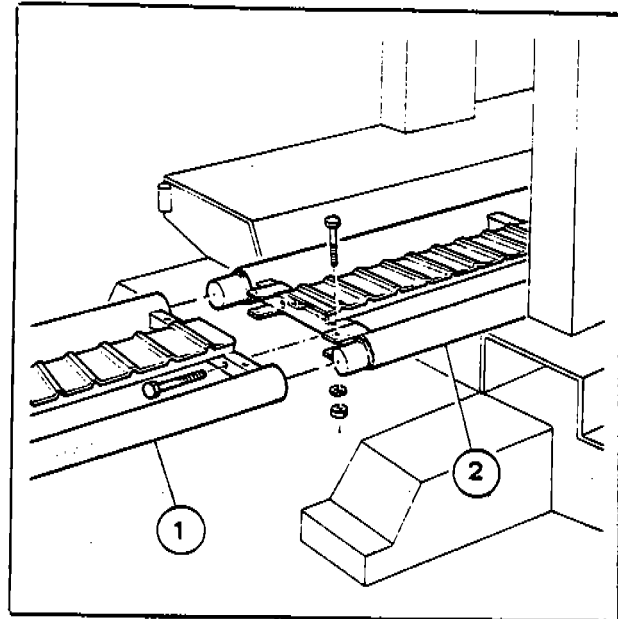

Fig. 23
- a) Check the number on the front of the station rail, than insert the correspondent rail section, and secure them with bolts and just hand tighten them (Fig. 23).
- a) Controllando la sigla riportata sul binario fisso carro (2-Fig. 23) (lato anteriore) inserire il corrispondente settore (1-Fig. 23) fissandolo con viti serrare manualmente.